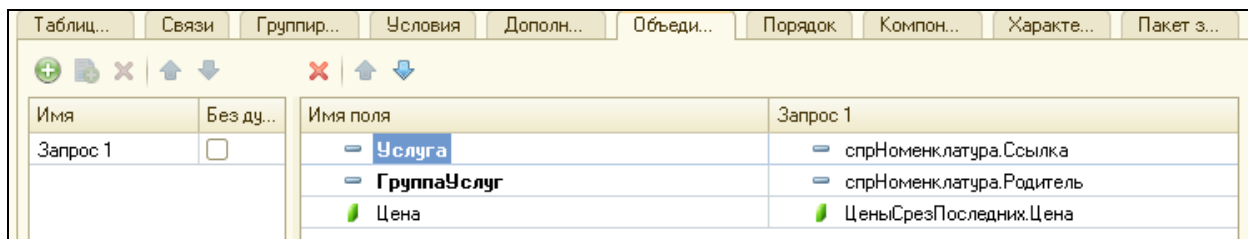

Рисунок 4.45 Переименование полей Родитель и Ссылка
8. Перейти на закладку **Объединения/Псевдонимы**. Переименовать поле **Родитель** в поле **ГруппаУслуг**, поле **Ссылка** в **Услуга** (рис. 4.45).